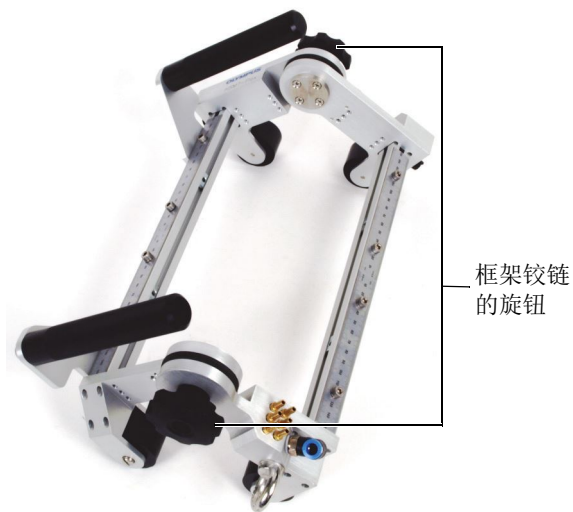

图 2-1 框架角度的调整
1. 拧松两个框架铰链上的旋钮（参见第42页的图 2-1）。